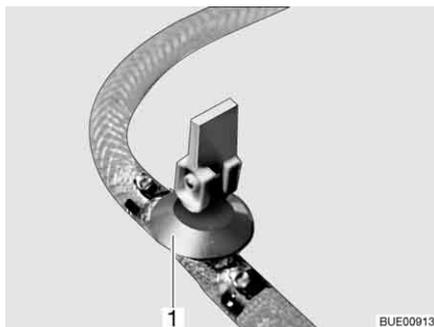
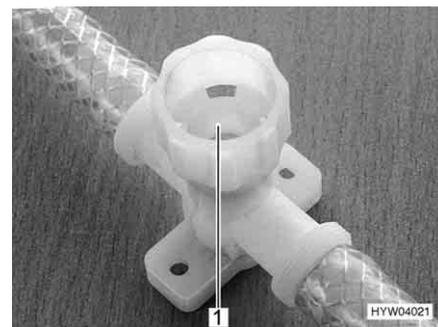

Fig. 238 Llave de desagüe (con balancín)
Fig. 239 Llave de desagüe (con tapa giratoria)
- Cerrar todas las llaves de desagüe. Para esto, poner el balancín de la llave de desagüe (Fig. 238, 1) en posición horizontal o girar la tapa de la llave de desagüe (Fig. 239, 1) en el sentido de las agujas del reloj.